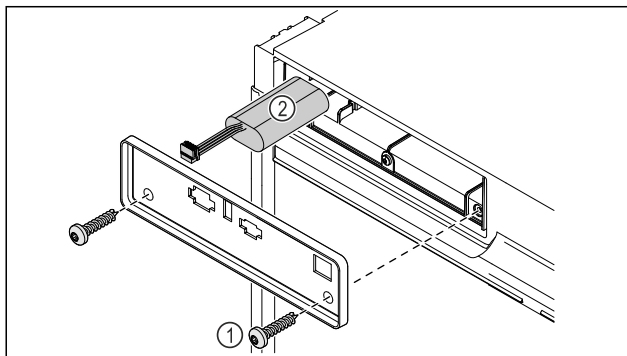

Fig. 200
- ▶ Svitare le viti e rimuovere la copertura sul lato posteriore dell'apparecchio Fig. 200 (1).
- ▶ Disinnestare la batteria ed estrarla Fig. 200 (2).